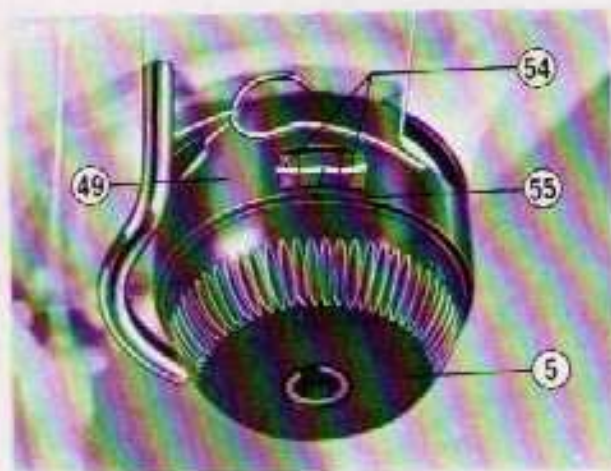

Fig. 14
La parte superior del cuerpo del tensor 49 (Fig. 14), está provisto de una mirilla que lleva de cada lado una marca indicadora en blanco 54. A la altura de la mirilla, la tuerca del regulador de tensión 5 lleva un anillo o índice 55 en blanco y visible por la mirilla.
- 6 - Regule la tensión del hilo superior 5, situando el índice 55 próximo al indicador 5 (Fig. 14).